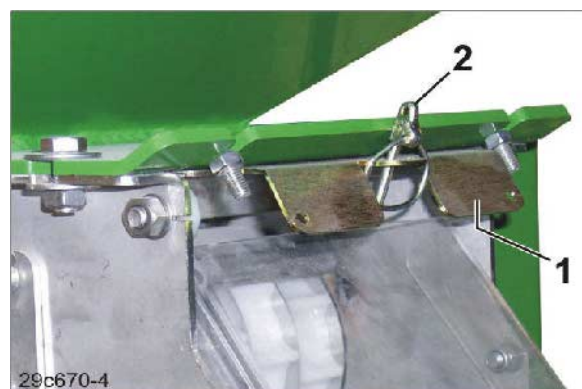

Fig. 97
1. Fjern splinten (Fig. 97/2)
(bare nødvendig når såkassen er fylt, for å lukke kassen med spjeldet (Fig. 97/1).
Åpne skyveren (Fig. 97/1).
Sikre skyveren med en splint (Fig. 97/2).